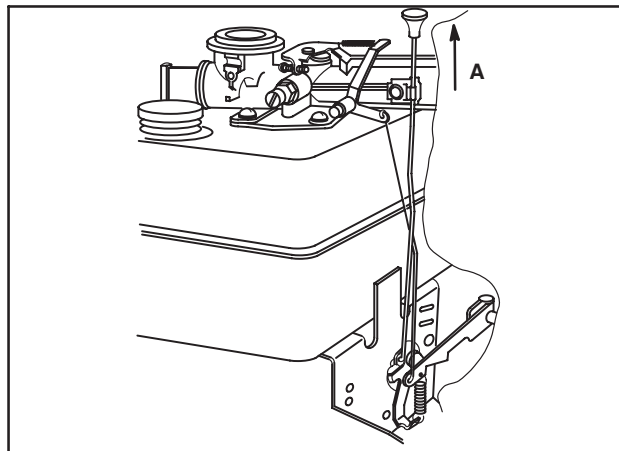

Fig. 54
Commande de régulation manuelle à friction. Tirer le bouton comme indiqué (A) pour augmenter la vitesse, Fig. 54.